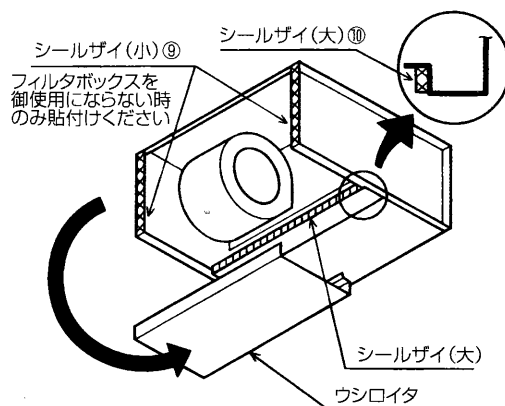

図4
1. ウシロイタを外し(ネジ6本)図の方向に付け換えてください。(図4)
2. 付属のシールザイを図の位置に貼付ください。(図4)